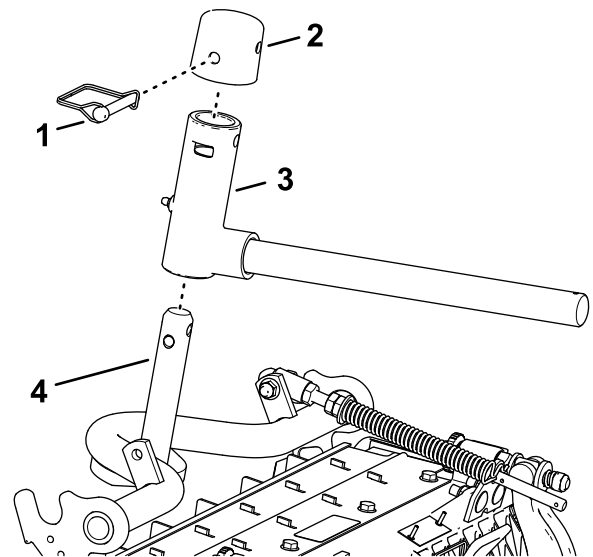

Figura 27
- Monte a forquilha do braço de elevação no veio da estrutura de suporte (Figura 27).